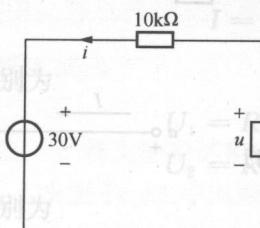

图 1-16 电路图
(1) 电路如图 1-16 所示，已知 $i=2A$ ，求 u 。